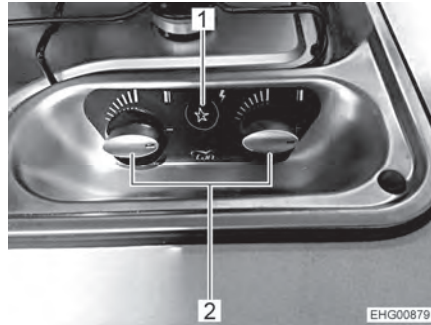

Bild 130 Bedienelemente für Gaskocher
- Drehregler (Bild 130,2) der gewünschten Brennstelle auf Zündposition (große Flamme) drehen.
- Druckschalter (Bild 130,1) drücken. Am Brenner werden Zündfunken erzeugt.